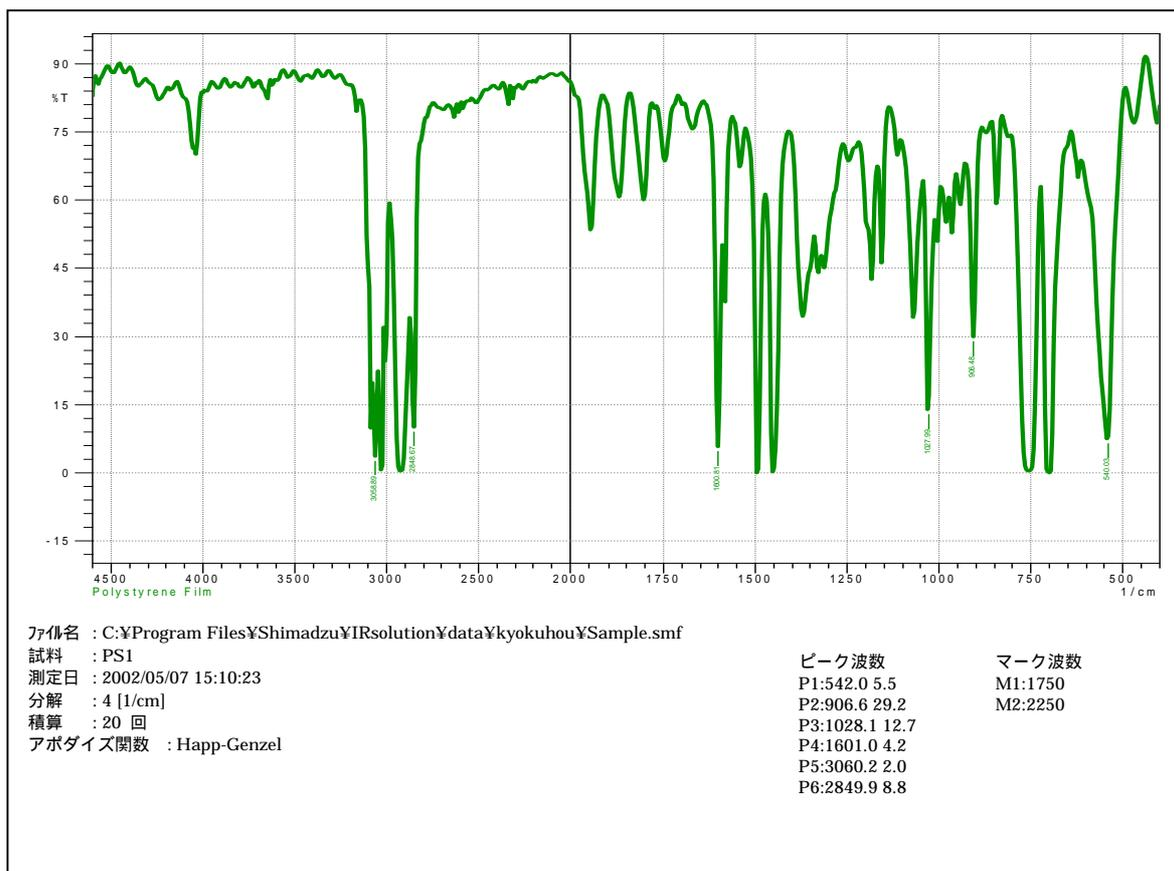

図 5-8 プリンタ出力の例
3. <Yes>ボタンをクリックするとプリンタ出力が実行され図 5-8 のようなレポートが出力され、<No>ボタンをクリックするとそのままプログラムは終了します。
実行を選択した場合、プリンタへスペクトル、スペクトル情報、ピーク情報を出力します(図 5-8)。